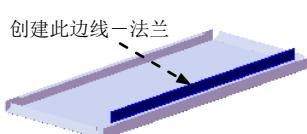
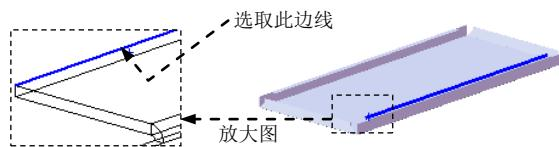

图 17.9.22 创建边线—法兰 7
图 17.9.23 定义特征的边线
Step8. 创建图 17.9.22 所示的边线法兰 7。
(1) 选择命令。选择下拉菜单 **插入(I)** → **钣金(B)** → **边线法兰(E)...** 命令，系统弹出“边线法兰”对话框。
(2) 定义特征的边线。选取图 17.9.23 所示的模型边线为生成的边线法兰的边线。
(3) 定义法兰参数。在 **角度(G)** 区域的 **文本框** 中输入角度值 90.0。在 **法兰长度(L)** 区域的下拉列表中选择 **给定深度** 选项，输入深度值 15.0。在此区域中单击“内部虚拟交点”按钮 。在 **法兰位置(N)** 区域中单击“材料在内”按钮 .
(4) 单击 按钮，完成边线法兰 7 的创建。